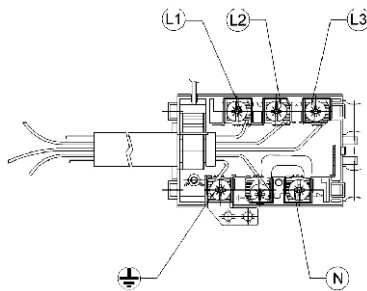

Рисунок 14.
Данная варочная поверхность имеет возможность подключения питания по трехфазной схеме (рисунок 14). Данное подключение должно
- С) Вставьте конец силового провода под зажим для его подключения (рисунок 14)
- Д) Подсоедините провод, включая заземляющий контакт, к соответствующим клеммам (рисунок 14)